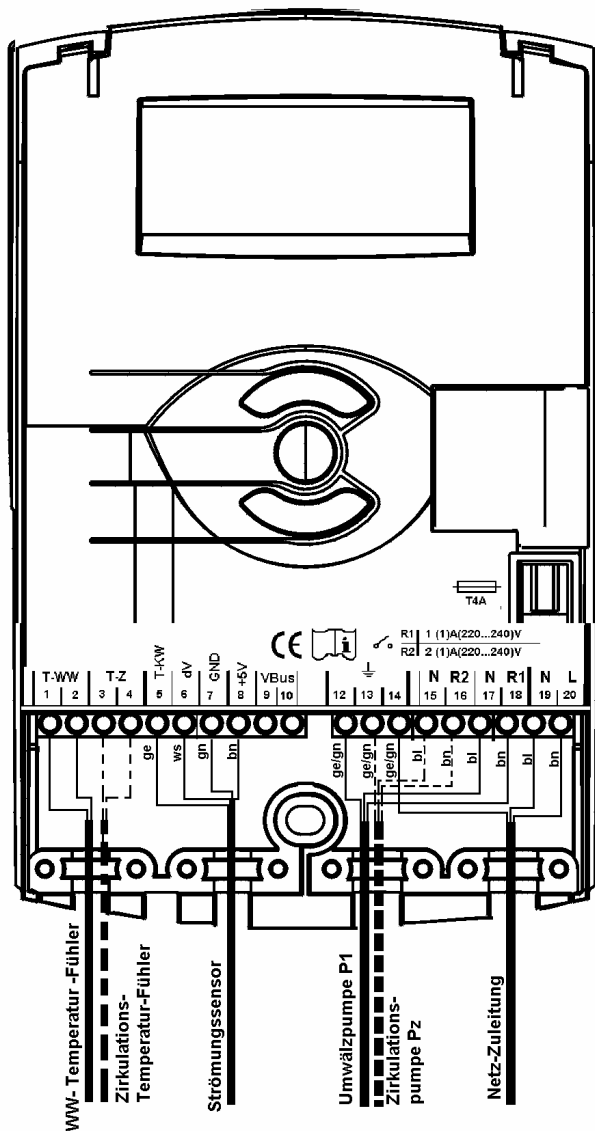

Abb.8a
Zirkulations- Temperaturfühler (Tz) in die Tauchhülse des Kreuzstückes (G) schieben. Fühlerleitung und Pumpenkabel (Pz) wie in Abb 6c dargestellt verlegen und im Regler (6) anklemmen. (Abb.8a)